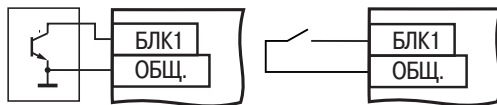

Рисунок 3.7
3.2.1.5 **Сигнал «блокировка»** запрещает запуск формирователя импульсов. При его снятии произойдет плавный выход на заданный уровень мощности со скоростью, задаваемой положением переключателя **DIP3**. В качестве источника сигнала «блокировка» могут применяться электронные устройства, имеющие на выходе сигнал TTL-уровня, транзистор $n-p-n$ -типа с открытым коллекторным выходом или контакты кнопки, тумблера, геркона или реле (рисунок 3.7). Активный уровень сигнала «блокировка» – низкий. Всего в блоке два входа блокировки. Блок переходит в состояние «блокировка» при наличии активного сигнала хотя бы на одном из них.
- **Блокировка.** Блок переходит в это состояние из состояния **Работа** при подаче сигнала блокировки (см. рисунок 3.7). Это состояние длится до тех пор, пока сигнал не